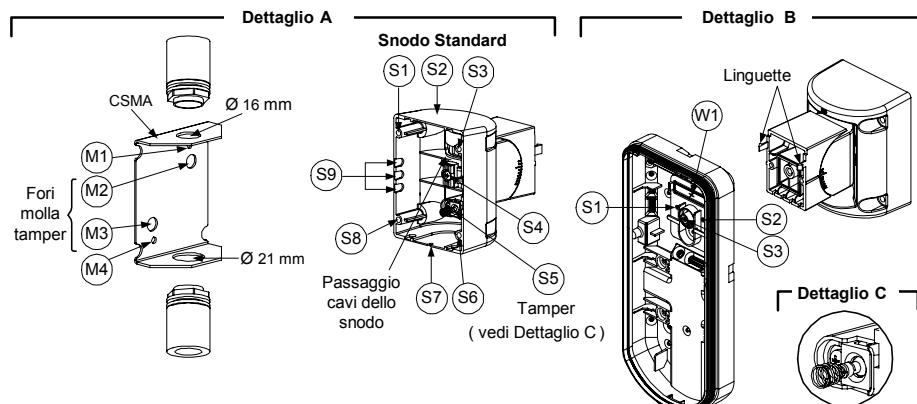

Figura 6
- Aprire i fori a sfondare della base esterna (figura 6, Dettaglio B)
- Sullo snodo aprire le predisposizioni per il passaggio cavi S2, S7 o S9 (figura 6, Dettaglio A).
- Rimuovere il tamper antirimozione dalla base interna (consultare paragrafo "Modifica della posizione del tamper antirimozione") e collegarlo a S5 (figura 6, Dettaglio A) sullo snodo standard..
- Inserire il cavo esterno attraverso le predisposizioni S2, S7 o S9 (incluso i cavi del tamper) ed estrarre facendolo passare attraverso il passaggio cavi dello snodo (figura 6, Dettaglio B).
(utilizzare l'adattatore metallico per tubo elettrico - CSMA, figura 6, Dettaglio A)
- f. Inserire i cavi esterni e i cavi del tamper che arrivano dal tubo elettrico facendoli passare tramite il passaggio cavi dello snodo (Figura 6, Dettaglio A).